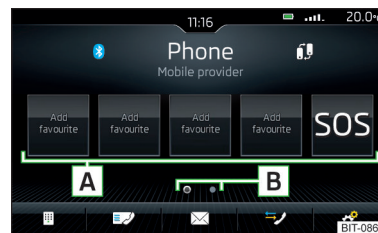

Fig. 142
- Pulse en el menú principal *Teléfono* la superficie funcional libre deseada **A** » fig. 142.
- Para el **cambio del grupo de memoria**, pulsar la superficie funcional **B** » fig. 142.
- Para la **elección**, pulsar la superficie funcional **A** » fig. 142 ocupada.
- Mantener pulsada en el menú principal *Teléfono* la superficie funcional deseada y ocupada **A** » fig. 142.